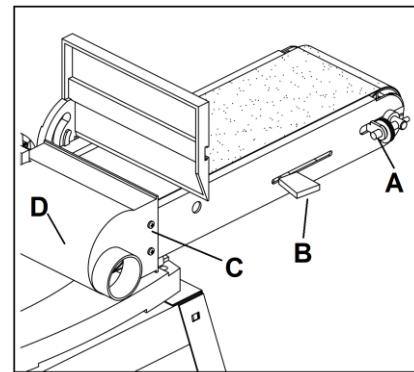

Рис. 10
2. Ослабьте натяжение ленты, нажав на рычаг натяжения (B, рис.10) в направлении натяжного барабана. Снимите старую ленту с приводного и натяжного барабанов.
5. Поверните ленту вручную, чтобы проверить его сцепление. Лента должна проходить по центру ведущего и холостого барабанов. Отрегулируйте накидной гайкой (A, рис.10) необходимое положение ленты на барабанах.
6. Установите пылеуловитель для ленточного узла (D, рис.10) с помощью винтов с шайбами (C, рис.10).